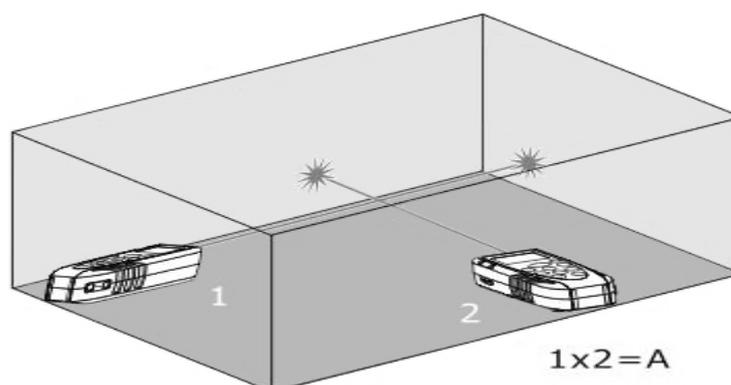

Fig. 7: Exemplo de medição de Área
3. Premir o botão ou o botão lateral **MEAS** para efetuar a primeira medição (comprimento) da superfície em análise (ver Fig. 7). O valor correspondente é inserido no primeiro display parcial. O símbolo "" é apresentado no display com o lado "2" intermitente
4. Premir novamente o botão ou o botão lateral **MEAS** para efetuar a segunda medição (largura) da superfície em análise (ver Fig. 7). O valor correspondente é apresentado no segundo display parcial enquanto o valor total da área (atualizado) é indicado no display resultante